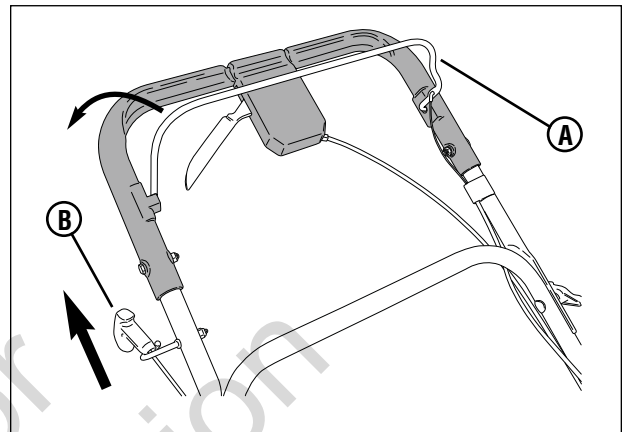

Figure 3 : Démarrage du moteur
1. Tirez la commande de lame (**A, Figure 3**) contre le manche.